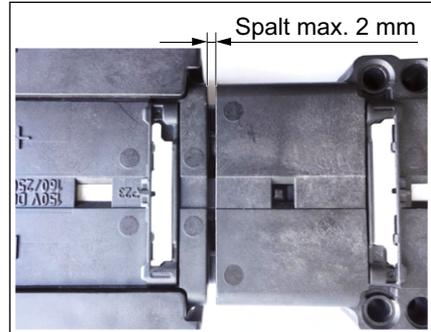

Abb. 10: Zulässiger Spalt zwischen dem Kragen des Stiftgehäuses und dem Buchsengehäuse
- ▶ Lassen sich die beiden Steckvorrichtungshälften nicht vollständig von Hand stecken (siehe auch „**Abb. 10: Zulässiger Spalt zwischen dem Kragen des Stiftgehäuses und dem Buchsengehäuse**“)?